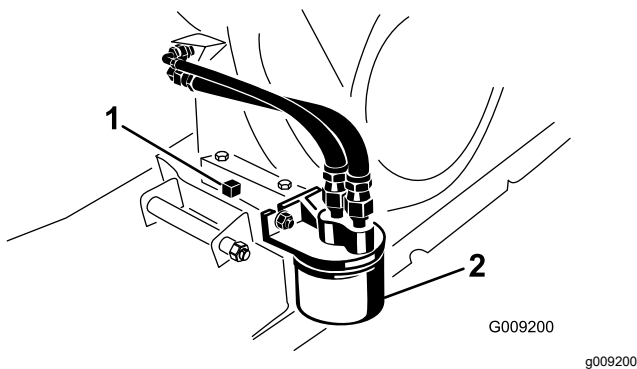

Figure 36
- Placez un bac de vidange sous le bouchon de vidange (Figure 36).
- Enlevez le bouchon de vidange et le joint (Figure 36).
- Déposez le filtre à huile (Figure 36).
- Vissez le filtre neuf sur l'adaptateur jusqu'à ce que le joint touche la plaque de montage, puis serrez-le de 1/2 à 3/4 de tour supplémentaire (Figure 36).